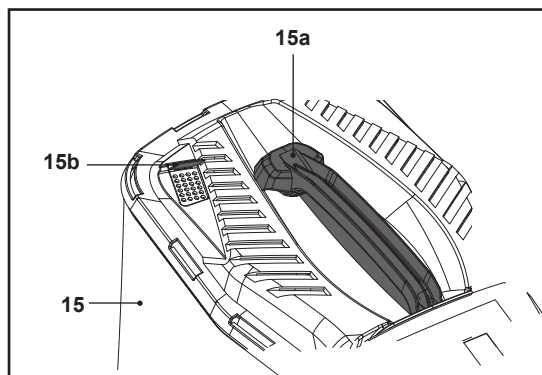

Fig. 11
1. Tant que la trappe (15b) est ouverte, le bac de ramassage (15) peut encore recueillir de l'herbe (Fig. 11).